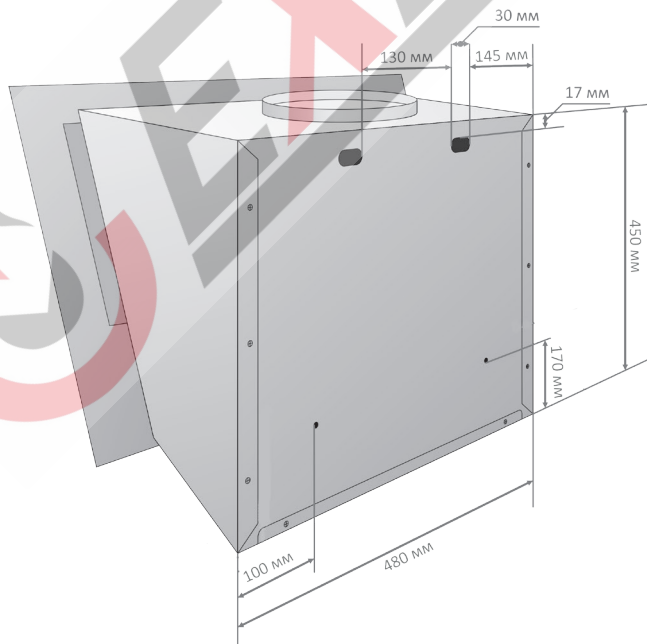

Рис. 9 Крепежные отверстия на задней стенке корпуса вытяжки, размеры корпуса.
1. Навесьте изделие на крючки прикрепленного кронштейна. Отметьте изнутри вытяжки места крепления к стене через предусмотренные отверстия на задней стенке корпуса вытяжки. Снимите изделие. (Рис. 9)